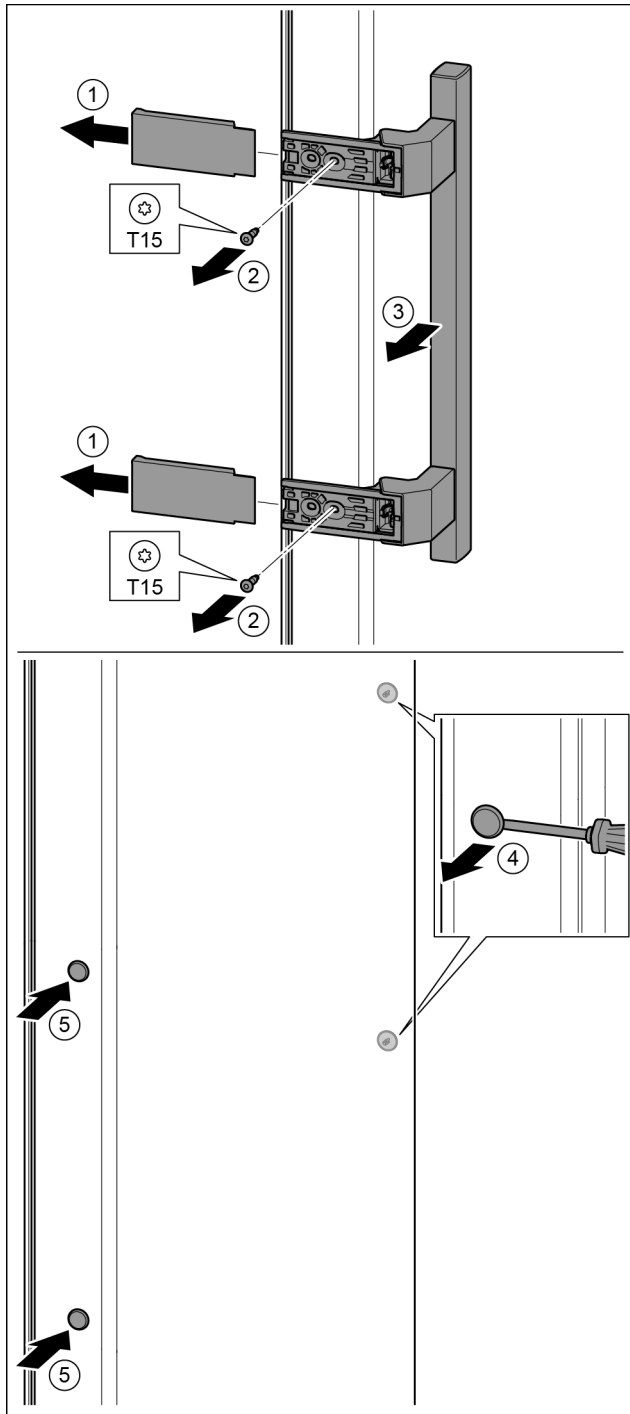

Fig. 36
- ▶ Снять крышку. Fig. 36 (1)
- ▶ Выкрутить винты отверткой T15. Fig. 36 (2)
- ▶ Снять ручку. Fig. 36 (3)
- ▶ Осторожно приподнять шлицевой отверткой боковые заглушки и вынуть их. Fig. 36 (4)
- ▶ Заглушки снова вставить с другой стороны. Fig. 36 (5)